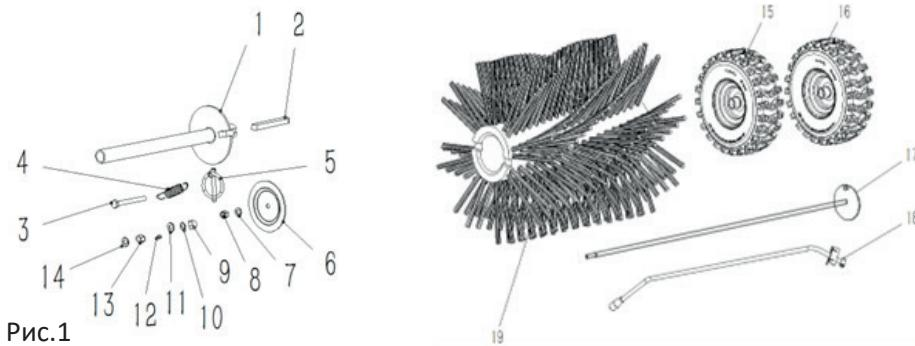

Рис.1
2.1. Распакуйте упаковку и сверьтесь со схемой сборки. Осмотрите комплект Рис.1 (комплектация может меняться производителем без дополнительного уведомления).